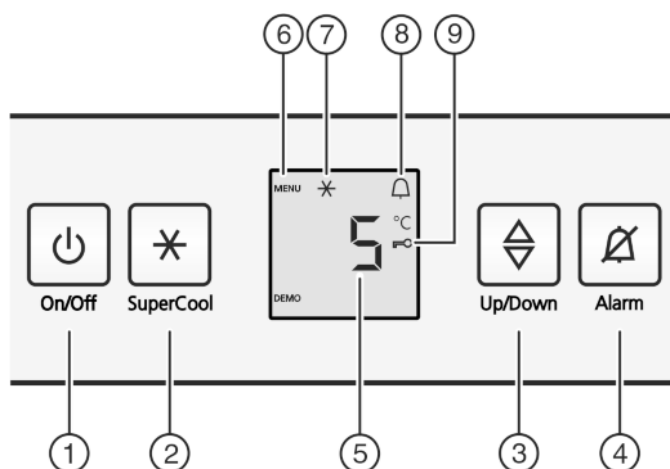

Fig. 2
- ▶ Taste On/Off Fig. 2 (1) drücken.
- ▶ Taste SuperCool *Fig. 2 (2)* ca. 5 Sekunden drücken.
- ▷ In der Anzeige wird das Symbol Menu *Fig. 2 (6)* angezeigt.
- ▶ Mit der Taste SuperCool *Fig. 2 (2)* kurz bestätigen.
- ▷ Das Symbol Kindersicherung *Fig. 2 (9)* leuchtet in der Anzeige.
- ▶ Die Taste On/Off *Fig. 2 (1)* kurz drücken.
- ▶ Taste Alarm *Fig. 2 (4)* drücken.
- ▶ Temperaturfunktion aufrufen: Die Einstelltaste *Fig. 2 (3)* drücken.
- ▶ Temperatur in 1 °C -Schritten ändern: Einstelltaste *Fig. 2 (3)* so oft drücken, bis die gewünschte Temperatur in der Temperaturanzeige leuchtet.
- ▶ Taste SuperCool *Fig. 2 (2)* kurz drücken.
- ▷ Das Symbol SuperCool *Fig. 2 (7)* leuchtet in der Anzeige.
- ▷ Das Symbol SuperCool *Fig. 2 (7)* erlischt in der Anzeige.